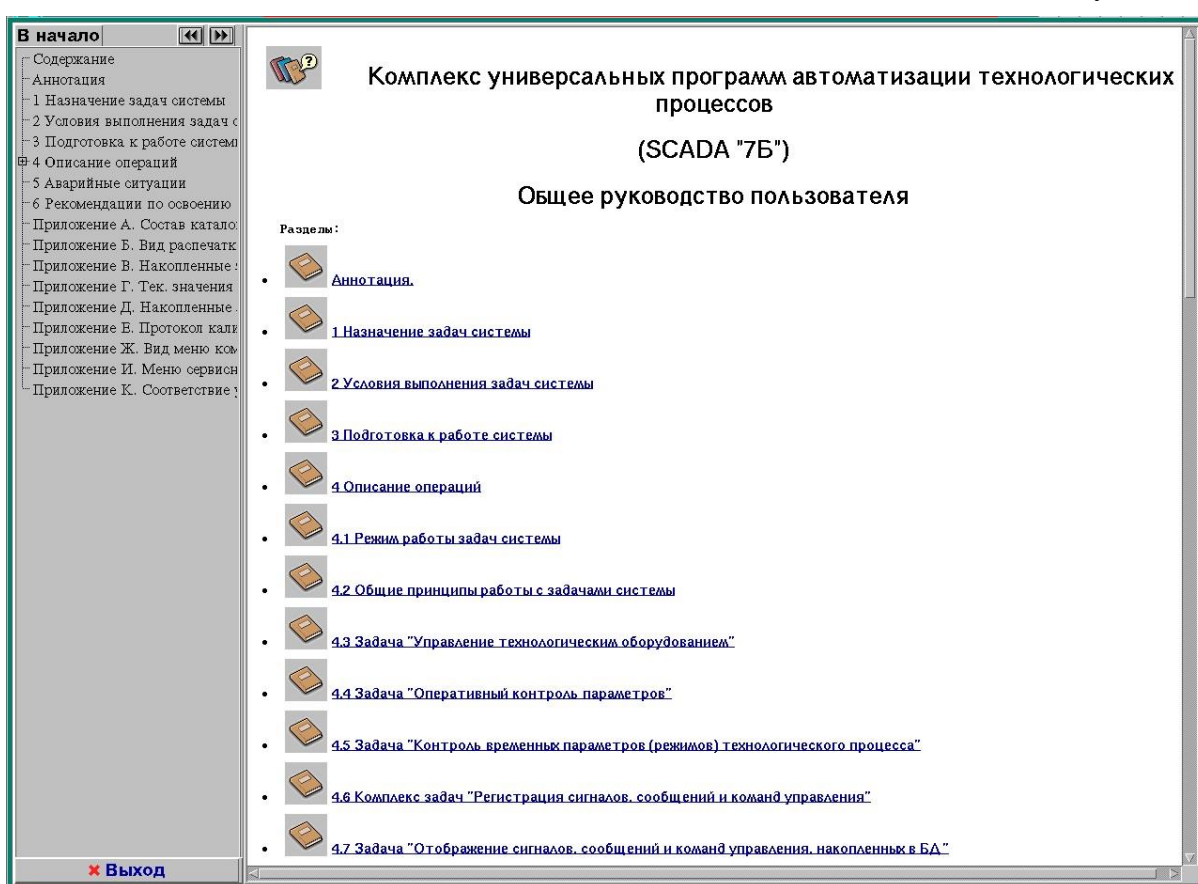

Рисунок 30 - Окно отображения руководства пользователя
7.26.1 Для просмотра руководства пользователя по работе с задачами системы на экране дисплея необходимо после нажатия «мышью» на кнопку «**Сервис**» выбрать тему меню «**Рук-во пользователя**». При этом отобразится окно (см. рис. 30) с данным руководством пользователя.